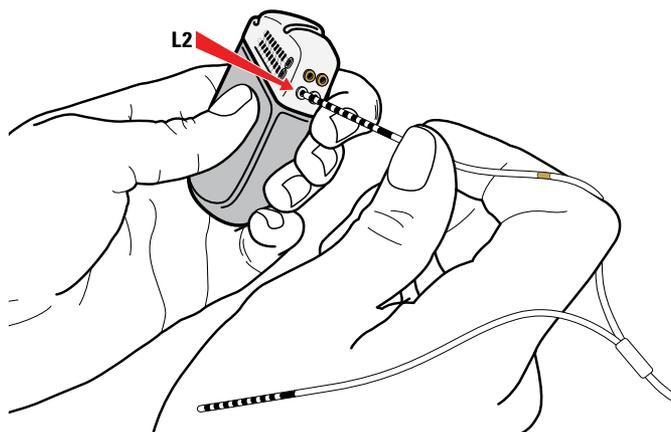

Figure 39. Connexion au port L2 du GII
- a. Pour l'extension de sonde divisée en deux (DB 3128) : connecter l'extrémité de l'extension avec la bande de marquage doré au port marqué L2 (Figure 39).